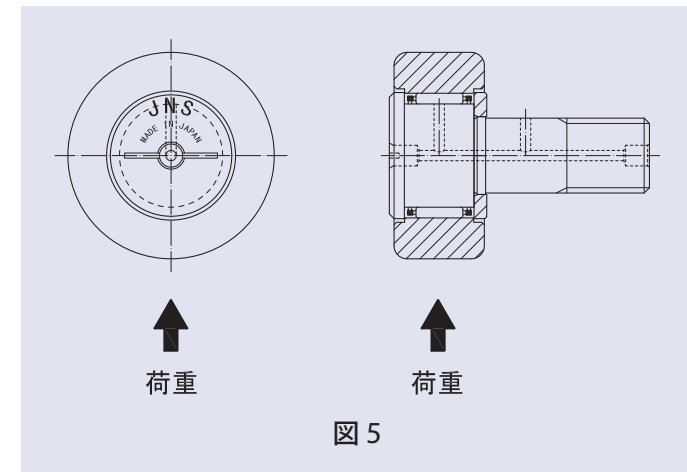

図 5
- 重荷重で使用する場合は、スタッドの給脂穴が負荷域内（荷重を受ける側）に入らないよう取り付けてください。給脂穴の位置はスタッドのツバ側面に "JNS" マークで表示しています。（図 5 参照）